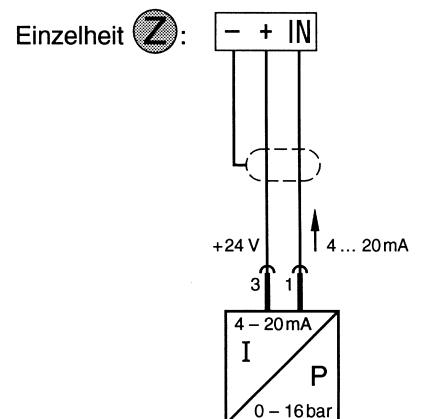
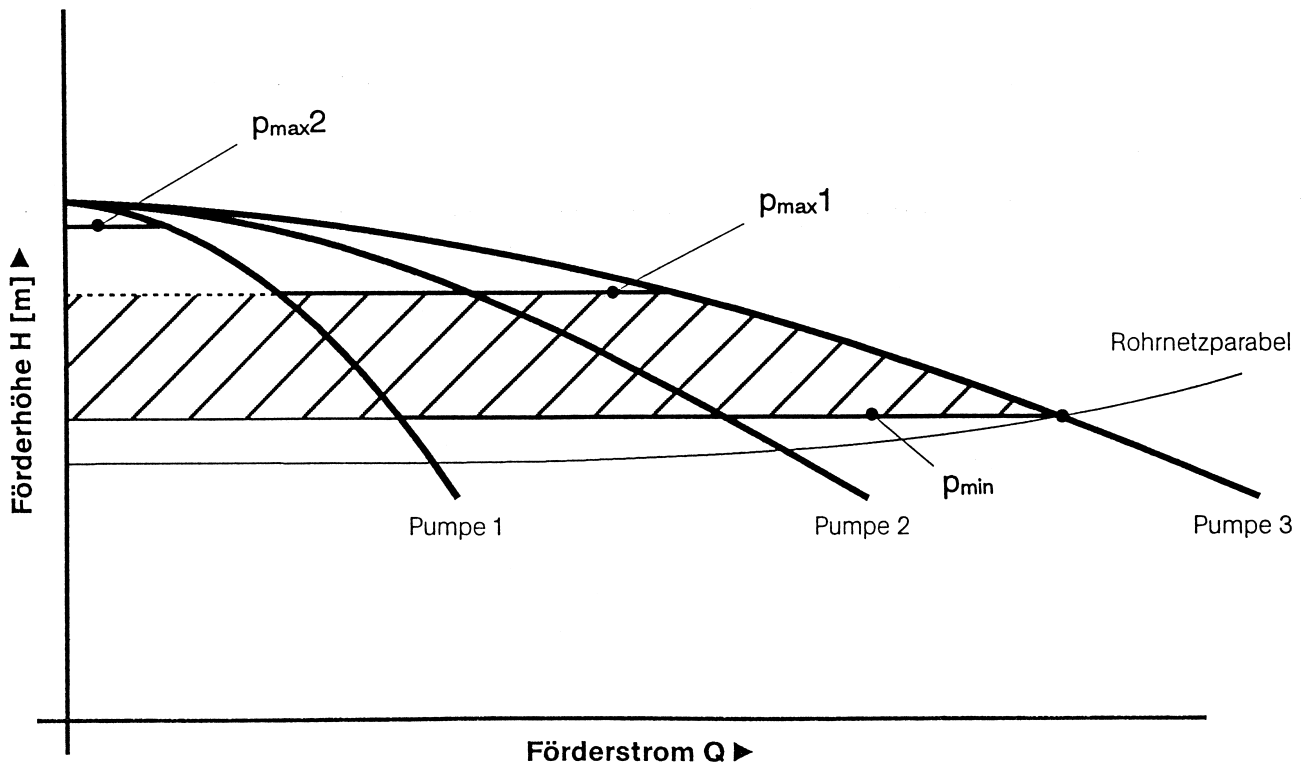

Fig. 2
Fig. 5
Когда при первоначально не работающей станции после начала разбора воды давление в системе опускается ниже уровня давления включения  $p_{min}$ , включается первый насос (рис. 5, диаграмма характеристик). При последующем падении давления ниже уровня давления включения из-за возрастающего расхода воды каждый раз подключается очередной насос. При уменьшении расхода воды давление в системе наоборот начинает повышаться. При достижении первого уровня выключения  $p_{max}^1$  отключается один насос. При повторном достижении первого уровня выключения отключается следующий насос и т.д. Последний работающий насос выключается лишь при более высоком давлении – втором уровне выключения  $p_{max}^2$ . При этом давлении подача воды очень мала (см. характеристику насоса на рис. 5). Процессы включения–выключения пиковых насосов осуществляются с задержкой по времени, для того чтобы избежать флаттерных переключений. Время задержки регулируется с помощью потенциометра  $t_d$  (рис. 2/3, поз. 8) между
Уровни давлений включения–выключения устанавливаются с помощью потенциометров  $p_{min}$ ,  $p_{max}^1$ ,  $p_{max}^2$  (рис. 2/3, P5, P6, P7 и табл. 1). Значения уставок для уровней давлений выключения 1 и 2 представляют из себя разности давлений, которые прибавляются к соответствующим более низким уставкам. Если например, с помощью потенциометров заданы давления  $p_{min} = 4$  бар,  $p_{max}^1 = 2$  бар и  $p_{max}^2 = 1$  бар, то это означает: уровень давления включения – 4 бар, первый уровень давления выключения – 6 бар, второй уровень давления выключения – 7 бар.
### 4.3 Функции устройства управления (рис. 2/3)
– **Внутренняя электронная защита двигателя:** Для защиты от перегрузки для каждого двигателя разрыватель тока должен быть настроен с помощью потенциометра (рис. 2/3, P1, P2, P3, P4) на номинальный ток двигателя согласно шильдику насоса. Клеммы WSK необходимо закоротить.
– **Внешняя защита двигателя по температуре обмотки PSK/PTC:** Если двигатели защищены с помощью защитного контакта в обмотке (WSK) или "холодного проводника" (PTC), то WSK или PTC для каждого двигателя подсоединяется к клеммам, а потенциометры (рис. 2/3, P1, P2, P3, P4) устанавливаются на максимальное значение (вправо до упора).
- **Время задержки:** Время задержки для основного нагрузочного насоса устанавливается с помощью потенциометра  $t_i$  (рис. 2/3, P8) между 0 и 2 мин. Оно начинается со стартом первого насоса.
- **Задержка времени срабатывания защиты от недостаточного уровня воды:** Выключение насосов в связи с недостаточным уровнем воды, а также их последующее включение в случае восстановления минимального уровня воды могут быть задержаны по времени. Время задержки задается потенциометром  $t_{\text{с}}$  (рис. 2/3, P9) в интервале от 2 сек. до 2 мин.
- **Пробный пуск:** При включенной функции "пробный пуск" каждый насос включается приблизительно через каждые 6 часов приблизительно на 15 секунд. Интервалы пробных пусков жестко запрограммированы и не подвержены влиянию времени наработки, сигналов о недостаточном уровне воды или срабатывания любых датчиков. Пробные пуски важны, в частности, для поддержания в постоянной готовности установок пожаротушения. При замыкании микропереключателя S2 (рис. 2/3) пробные пуски отменяются.
- Клеммную колодку подсоединять в следующем порядке (рис. 2/3):
**(L), (N), PE:**
Переключить клеммы X0 электронной платы в соответствии с указанием "230 В" (см рис. 2)
Переключить клеммы X0 электронной платы в соответствии с указанием "400 В" (см рис. 2) (заводская уставка)